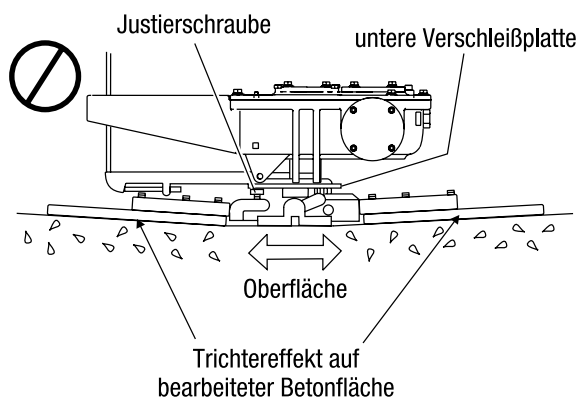

Abb. 35. Falsche Ausrichtung des Nabensterns
2. Die Flügelstellung so flach wie möglich regeln. Die Justierschrauben müssen die untere Verschleißplatte am Nabenstern leicht berühren. Berührt eine von ihnen die Platte nicht, ist eine Justierung erforderlich (Abb. 35).
Abb. 35 zeigt schlecht ausgerichtetete oder verbogene Flügelarme bzw. abgenutzte Flügelarmbuchsen. Prüfen, ob die Justierschrauben die untere Verschleißplatte leicht berühren (max. 2,5 mm Spiel). Alle Justierschrauben müssen den gleichen Abstand von der unteren Verschleißplatte besitzen.